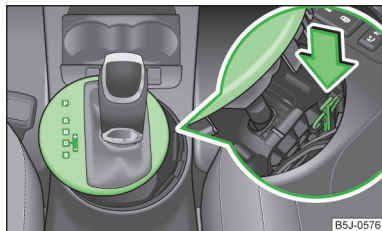

Abb. 95
- Mit einem Finger auf das gelbe Kunststoffteil in Pfeilrichtung drücken » **Abb. 95**.